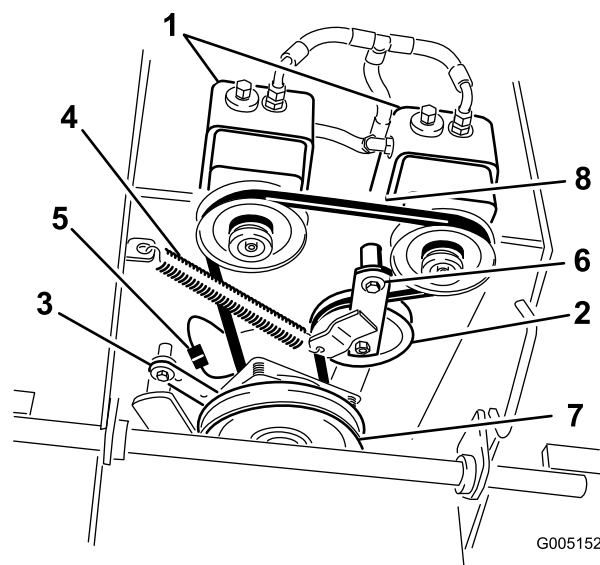

Figure 40
- Détachez le dispositif de retenue de l'embrayage du plancher moteur (Figure 40).
- Décrochez le ressort de tension du bâti (Figure 40).
- Placez le ressort de tension entre le bras de la poulie de tension et la patte du bâti (Figure 40).
- Reposez le dispositif de retenue de l'embrayage sur le plancher moteur (Figure 40).